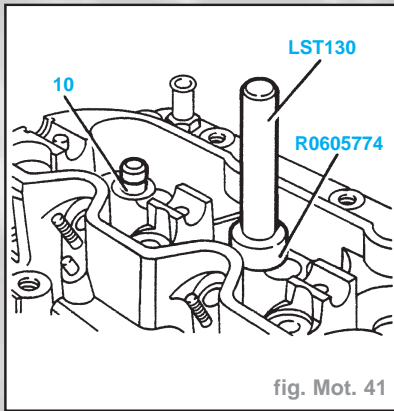

fig. Mot. 41
- Pour graisser les guides de soupape à l'aide de l'outil spécial **LST130**, la jauge de hauteur **RO605774** et d'une presse (Fig. Mot. 41).